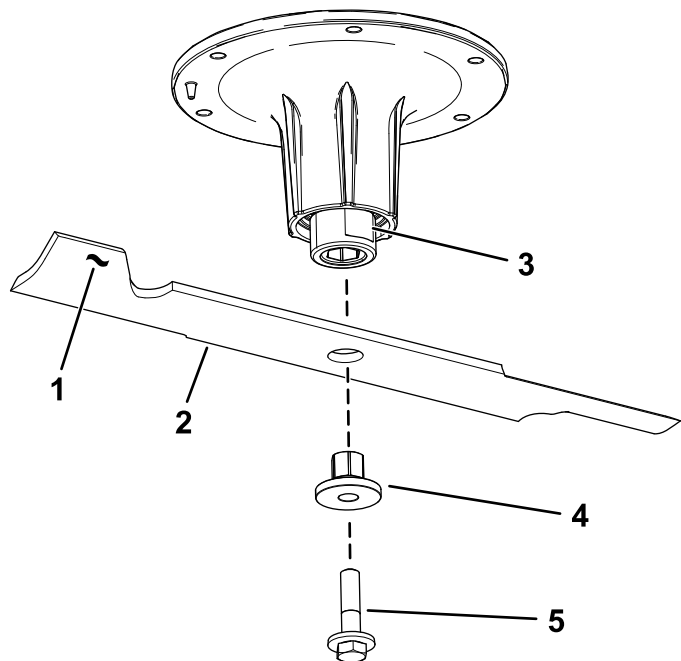

Figure 101
2. Retirez le boulon, la douille et la lame de l'axe de pivot (Figure 101).